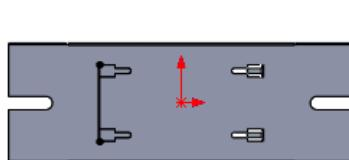
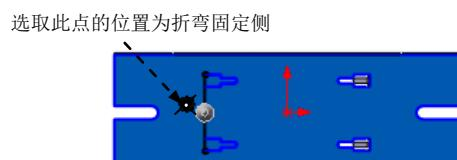

图 11.2.47 绘制的折弯线
图 11.2.48 固定侧的位置
② 定义折弯线草图。在草图环境中绘制图 11.2.47 所示的折弯线。
③ 选择下拉菜单**插入(I)** \rightarrow **退出草图** 命令，退出草图环境，此时系统弹出“绘制的折弯”对话框。
(3) 定义折弯固定侧。在图 11.2.48 所示的位置处单击，确定折弯固定侧。